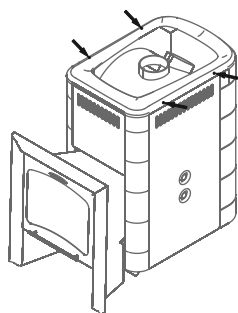

Рисунок 12. Саморезы для демонтажа рамки конвектора
1. Снять рамку конвектора, открутив 4 самореза (рисунок 12);